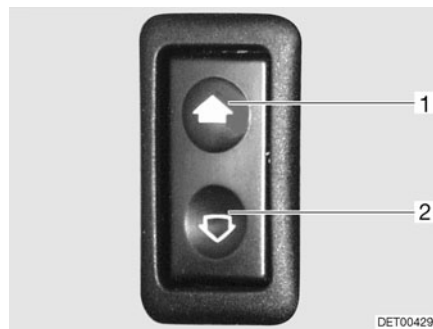

Fig. 18 Interrupteur pour lève-vitres électrique
Le véhicule est équipé d'un lève-vitre électrique (Fig. 18) du côté du conducteur.
- Ouvrir :* ■ Appuyer sur la partie inférieure du commutateur (Fig. 18,2).
- Fermer :* ■ Appuyer sur la partie supérieure du commutateur (Fig. 18,1).